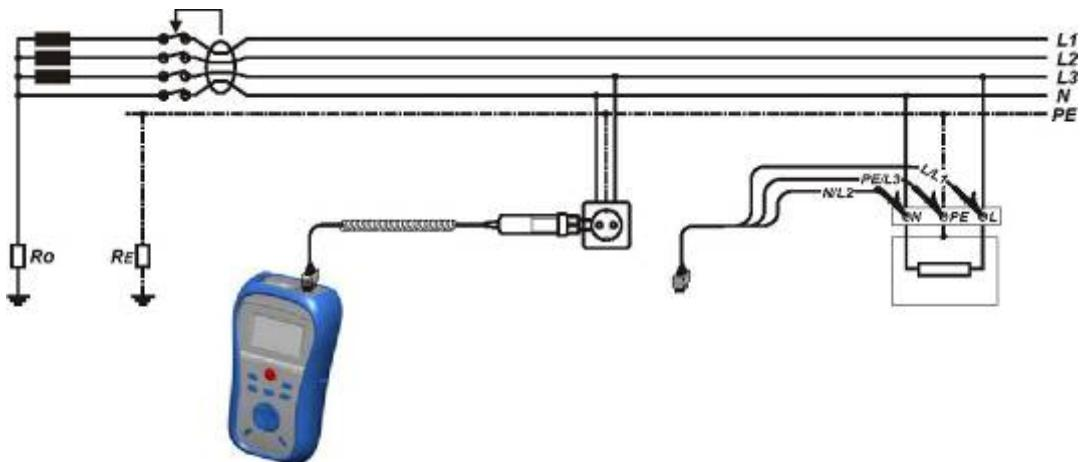

Рисунок 5.2: Подключение щупа коммандер и универсального тестового кабеля
- **Подключите** измерительные щупы к тестируемому устройству (см. рисунок 5.2).
- Подключите** измерительные щупы к тестируемому устройству (см. рисунок 5.2).
<ul style="list-style-type: none"> □ Выберите функцию RCD при помощи переключателя функций. □ Выберите подфункцию AUTO. <ul style="list-style-type: none"> □ Установите тестовые параметры (при необходимости). □ Подключите тестовый кабель к верхней части прибора. □ Подключите измерительные щупы к тестируемому устройству (см. рисунок 5.2). □ Нажмите клавишу TEST для выполнения измерения. 	Начало проверки